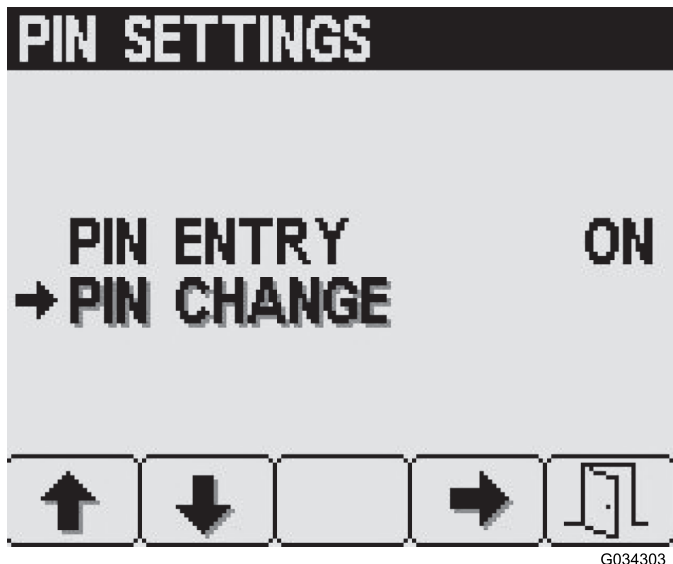

Bild 17
3. Drücken Sie auf den Bildschirm „PIN-Einstellungen“ die Taste 2, bis Sie „PIN change“ erreichen und drücken Sie Taste 4, um „PIN change“ auszuwählen (Bild 17).